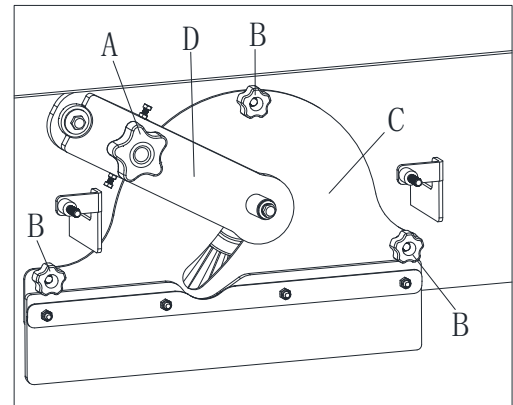

Figura 23
4. Desenrosque la perilla (A, Figura 23) y retire el soporte del cubo arrastrador (D, Figura 23).
5. Desenrosque las perillas (B, Figura 23) y quite la tapa del compartimento del cepillo (C, Figura 23).
12. Coloque el estribo del cubo arrastrador (D, Figura 23) apretando la perilla (A, Figura 23).